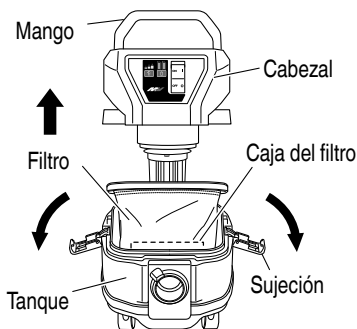

Fig. 13
- (1) Quite las dos sujeciones, use los dos mangos para levantar el cabezal y sacarlo del tanque. (Fig. 13)